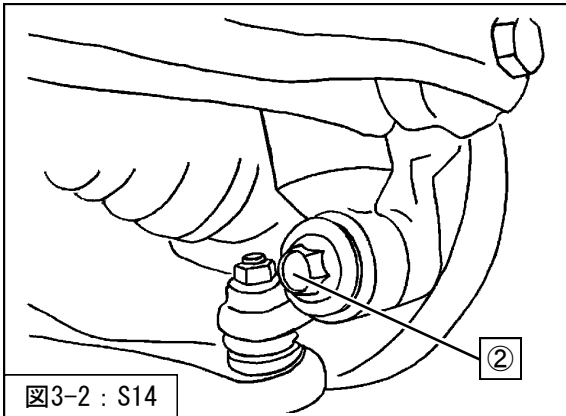
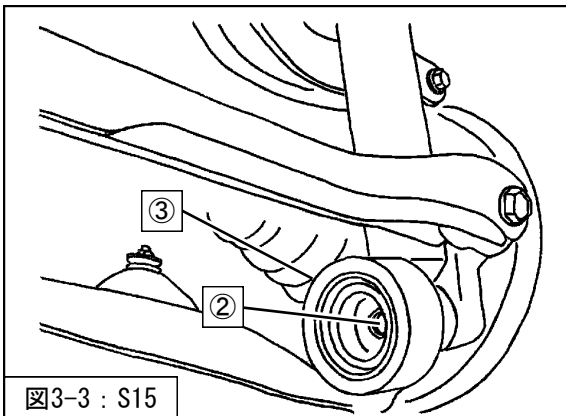

図3-2 : S14
図3-3 : S15
3. ②リアサスペンションASSYロア取付ボルトを取外してください。(図3-2・図3-3)
4. ダイナミックサスペンション装着車は③ダイナミックサスペンションを取外してください。(図3-3)